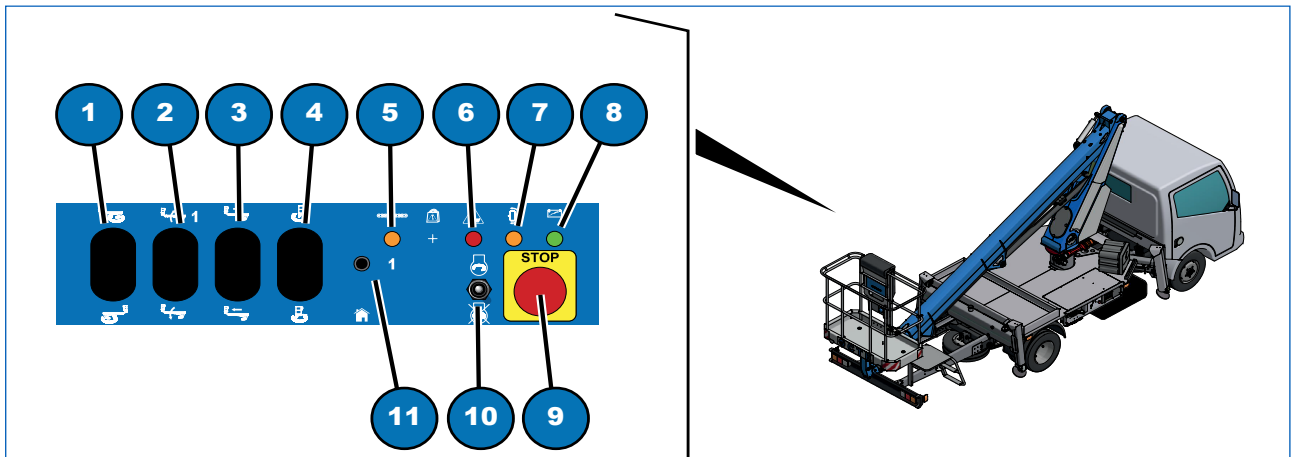

Fig. 6.4
- vérifier sur le tableau de commande de la nacelle de travail que le voyant indiquant la présence de tension est allumé (Fig. 6.4, 9) ;
- Actionner le bras en maintenant le sélecteur de commande enfoncé (Fig. 6.4, 1, 2, 3, ou 4) dans la position souhaitée ;
Si l'on souhaite arrêter le moteur lorsqu'on est arrivé à la position, tourner le sélecteur (Fig. 6.4, 10) vers le bas.
Pour redémarrer, tourner le sélecteur (Fig. 6.4, 10) vers le haut.
Remettre l'élévateur en position de repos en exécutant les manœuvres suivantes (Fig. 6.4):